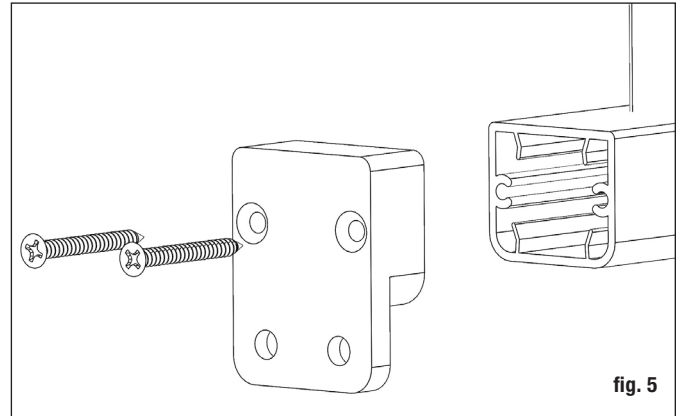

fig. 5
Étape 3 Placez les supports inférieurs aux extrémités des rails. Fixez les supports aux rails avec une vis fixée à l'arrière du support dans chaque bossage de vis interne (fig. 5).